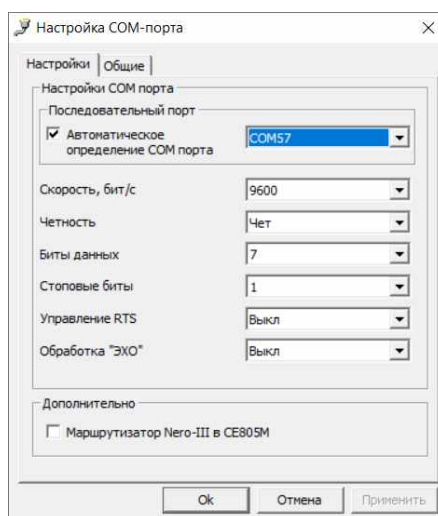

Рисунок 7.4 – Настройка COM-порта
- настройте канал «RS232» (нажмите ПКМ по иконке с соответствующим названием – свойства (рис. 7.4));